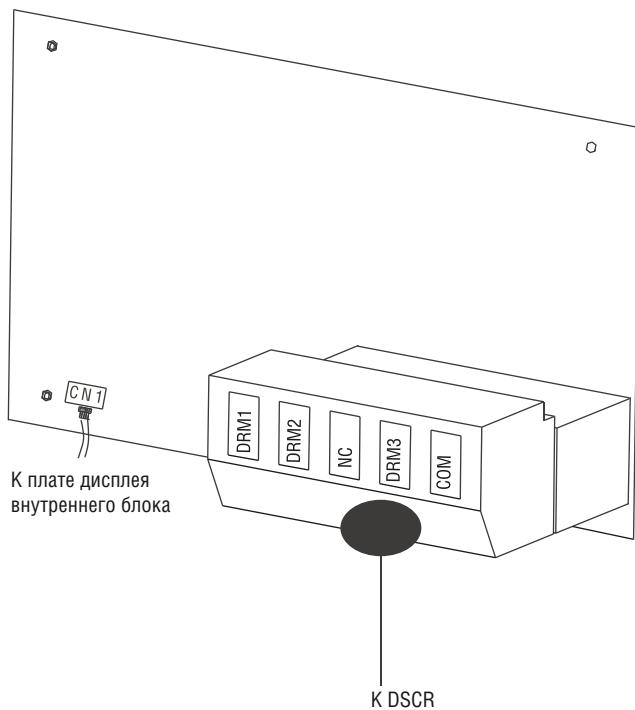

Рис. 13-1
13.2 Выполните подключение к модулю DR (см. рис. 13-1).